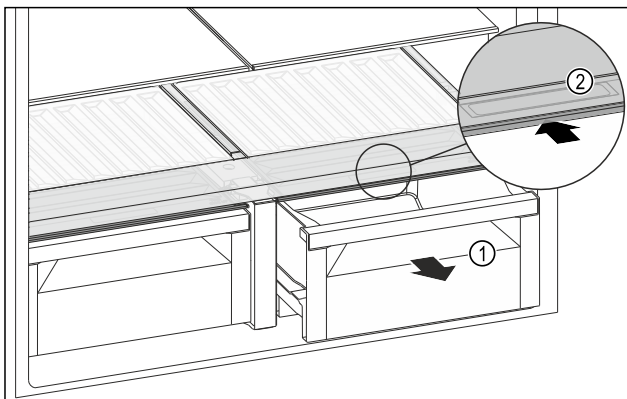

Fig. 127
- Изтеглете чекмеджето Fig. 127 (1).
- Хванете вдлъбнатия захват Fig. 127 (2) на капака на отделението и едновременно с това избутайте назад капака на отделението.